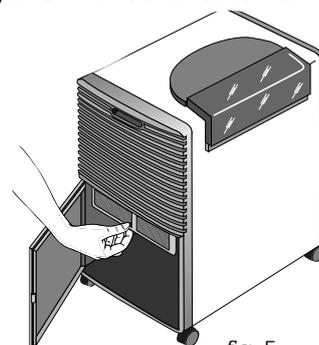

fig. 5
**Si vous voulez écouler l'eau de condensation directement dans le réservoir, veuillez vérifier que l'interrupteur pompe est éteint (voir fig. 5 pour les détails).**
- Pour enlever le filtre, saisissez-le et tirez (Fig.5).